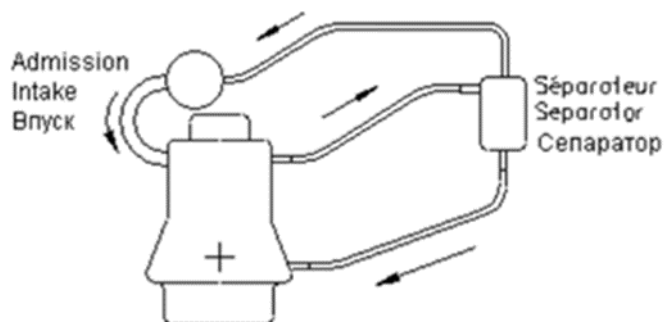

Рис.9.
5.2. Вентиляция картера двигателя – вне мотора может быть установлен воздушно-масляный уловитель - сепаратор (минимальный объём 1 литра) Рис.9. Уловитель должен быть из маслостойкого материала и надёжно крепится в моторном отсеке.